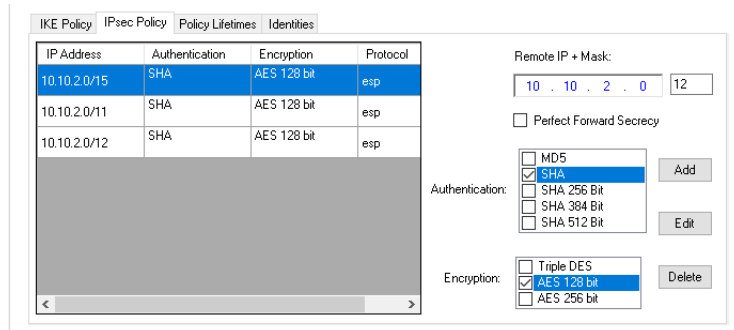
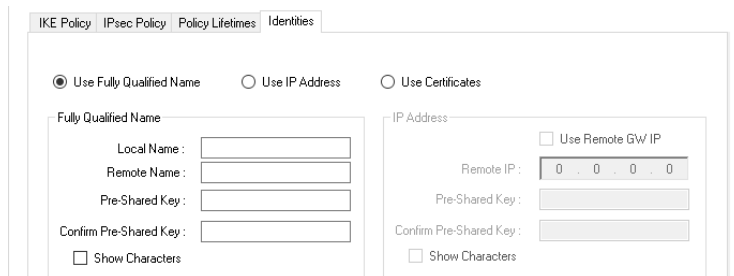

Figura 3-17 Ficha de Ajustes Generales IPsec – IPsec Políticas
Figura 3-19 Ficha de Ajustes Generales IPsec – Identidades
5. Introduzca los ajustes necesarios en las fichas de la pantalla de Ajustes Generales IPsec (Figura 3-17 a Figura 3-19).